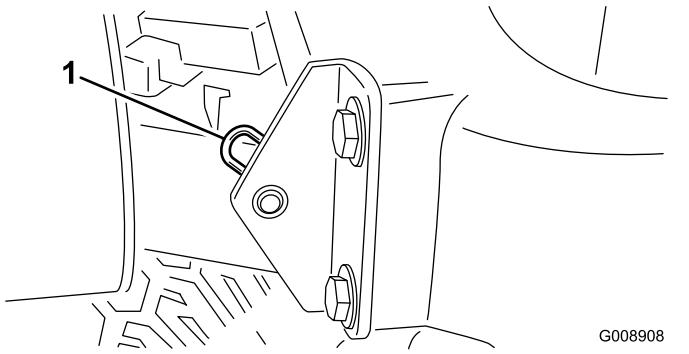

Figure 46
- Retirez la goupille fendue qui fixe le pivot de capot aux supports (Figure 46).